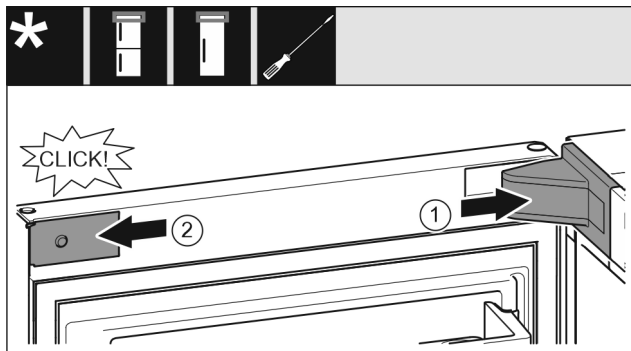

Fig. 65
- ▶ 放上并插入托架盖 Fig. 65 (1), 如有必要小心地按压分开。
- ▶ 将隔板 Fig. 65 (2)放置到侧面并插入。